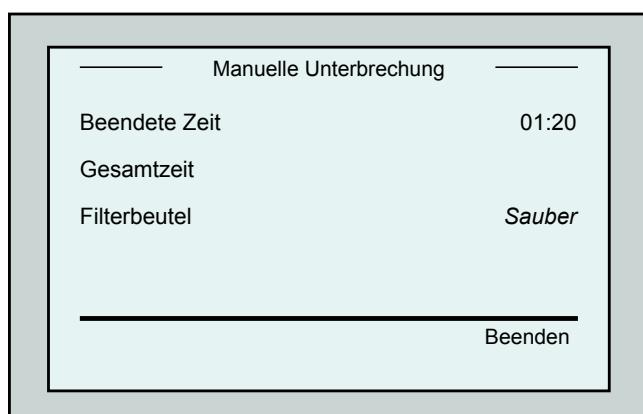

Abbildung 5: *Bildschirm Manuelle Unterbrechung*
1. Drücken Sie im *Countdown*-Bildschirm (Abbildung 4) auf die Taste **Stoppen**. Im Bildschirm der MMI-Konsole erscheint die Mitteilung: "Roboter wird gestoppt – bitte warten Sie". Nach 5 Sekunden erscheint der Bildschirm *Manuelle Unterbrechung* (Abbildung 5).